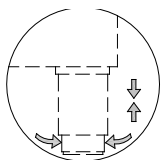

Figura 1
- Adagiate il prodotto su una superficie piana regolandolo dai piedini di regolazione (Figura 1).